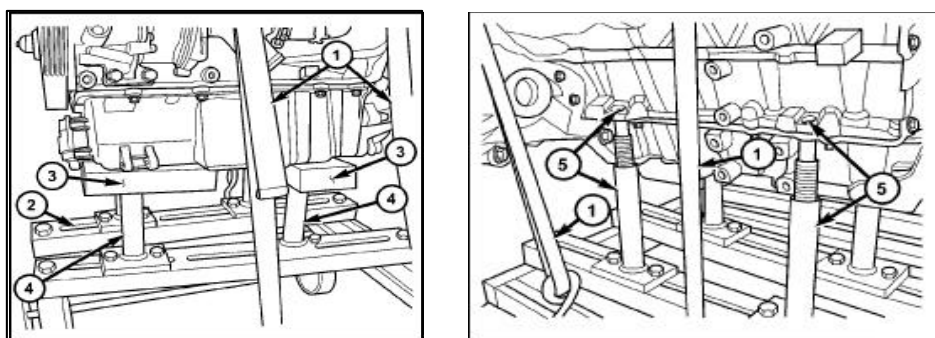

图9 发动机拆卸/安装位置
(33) 安装拉索通过发动机, 收紧拉索并锁止固定好位置。(图 9)。